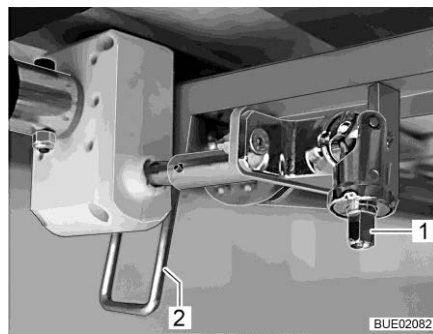

Bild 150 Höhenverstellung
- Kurbel auf Zapfen (Bild 150,1) stecken.
- Hebel (Bild 150,2) in senkrechte Stellung nach unten schwenken.
- Hebel (Bild 150,2) in waagrechte Stellung nach oben schwenken.